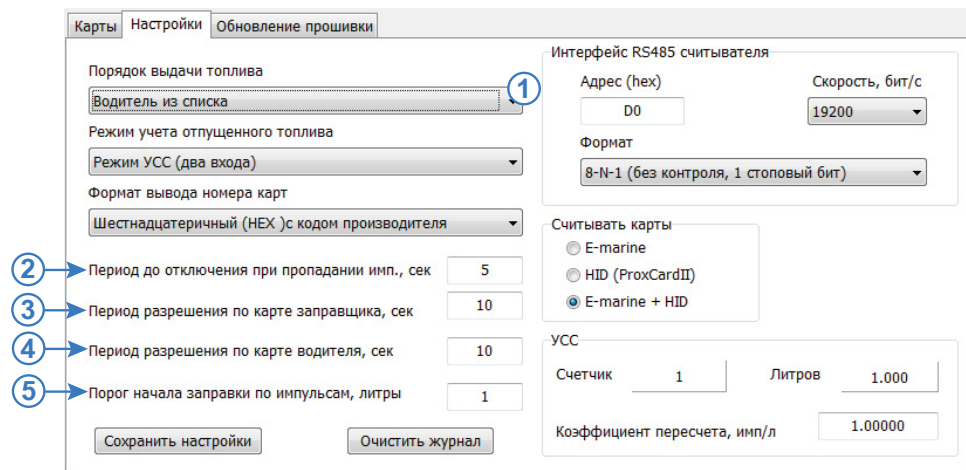

Рис.16. Настройка работы устройства.
1. Порядок выдачи топлива. Предусмотрены следующие способы выдачи топлива (Рис.16, п.1):
повторное разрешение заправки карточкой заправщика. Таймаут задается в секундах в поле «Период разрешения по карте заправщика, сек» (Рис.16, п.3).